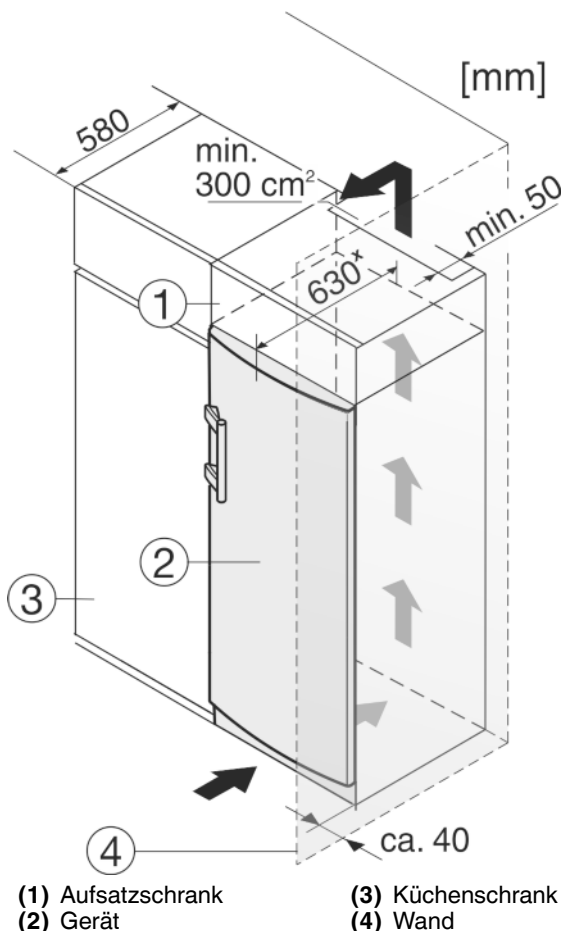

Fig. 10
Das Gerät kann mit Küchenschränken umbaut werden. Um das Gerät *Fig. 10 (2)* der Küchenzeilenhöhe anzugleichen, kann über dem Gerät ein Aufsatzschrank *Fig. 10 (1)* angebracht werden.
Beim Umbau mit Küchenschränken (Tiefe max. 580 mm) kann das Gerät direkt neben dem Küchenschrank *Fig. 10 (3)* aufgestellt werden. Das Gerät steht seitlich 34 mm\* und in der Gerätemitte 50 mm\* gegenüber der Küchenschrankfront vor.
Wenn das Gerät mit den Scharnieren neben einer Wand *Fig. 10 (4)* aufgestellt wird, muss der Abstand zwischen Gerät und Wand mindestens 40 mm betragen. Dies entspricht dem Griffüberstand bei geöffneter Tür.